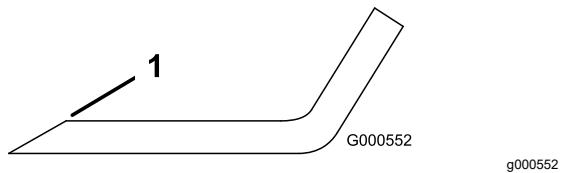

Figure 75
1. Au moyen d'une lime, aiguisez les tranchants aux deux extrémités de la lame (Figure 75).
Remarque: Si la lame est déséquilibrée, limez un peu l'extrémité de l'ailette seulement (Figure 75).